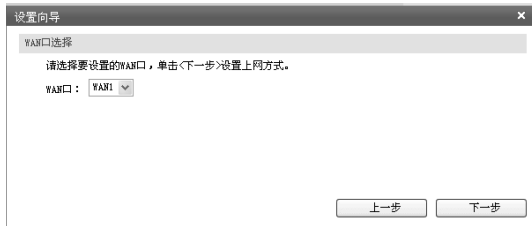

图4-6 WAN口选择
5. 请选择要设置的WAN口，如图4-6所示（单WAN口企业VPN路由器没有此界面），单击“下一步”，进入上网方式选择界面。